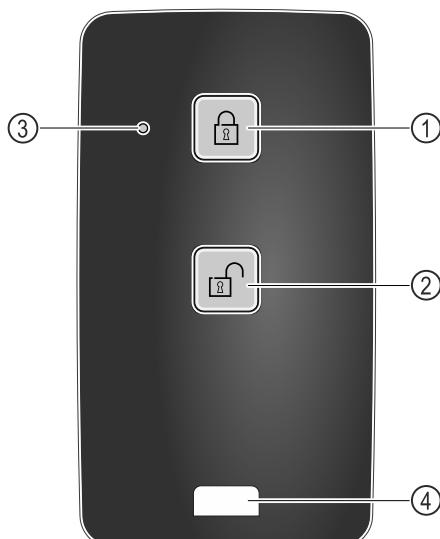

Fig. 249
- Pulsar el botón Fig. 249 (1) del mando a distancia.
- Pulsar el botón Fig. 249 (2) del mando a distancia.
- El LED de estado Fig. 249 (3) emite una señal visual al pulsarse el botón.
- Anilla Fig. 249 (4) para la fijación del mando a distancia, p. ej., en un llavero.